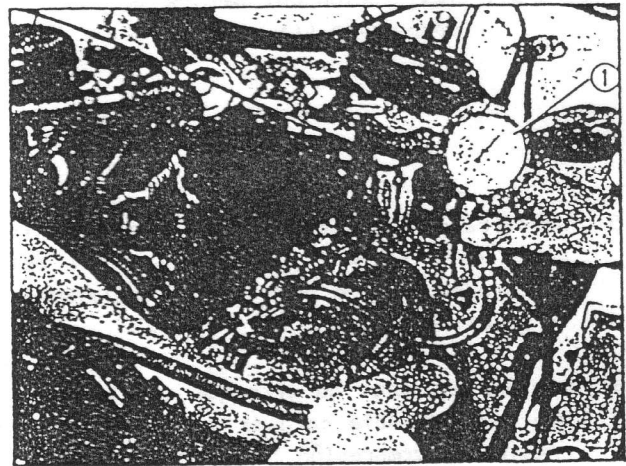

Fig. 3-8-10
- 2) Instale el vacuómetro (A) de la manera indicada en la Fig. 3-8-10. Instale un tacómetro de motor.